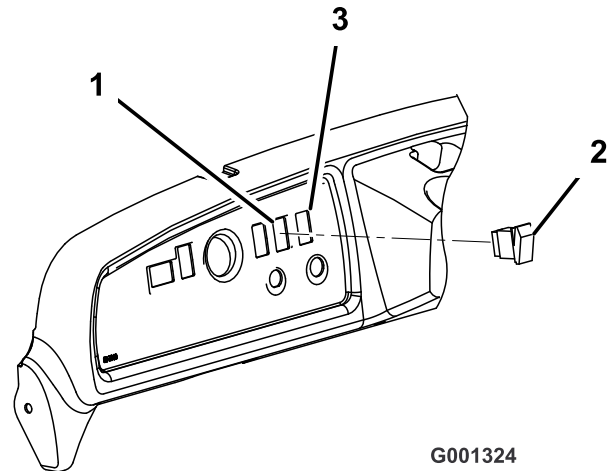

図 9
9. ダッシュボードのアクセサリ用コネクタにスイッチをはめ込む。スイッチをダッシュボードにはめこむ(図 9)。
- ダッシュボードの右側についている打ち抜きプラグを打ち抜いて外す(図 9)。
- ダッシュボードのハーネス用コネクタにスイッチをはめ込む。スイッチをダッシュボードにはめこむ(図 9)。